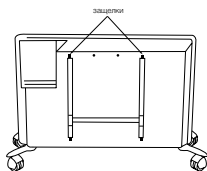

Рис. 4
- нажмите на защелки и потяните кронштейн на себя нажав вниз на две защелки (рис. 4);